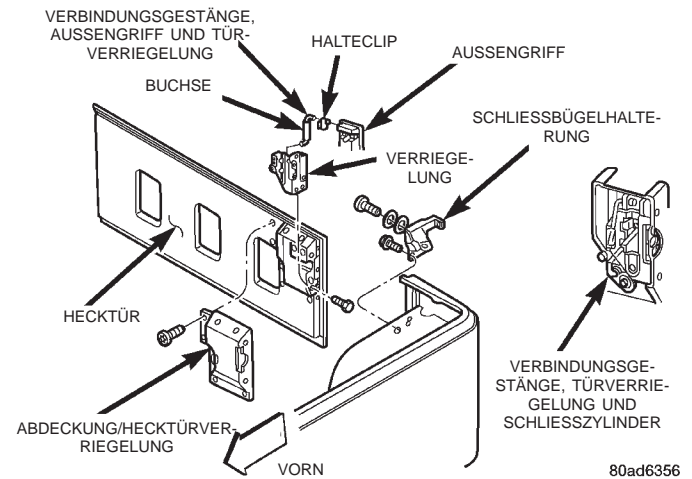

Abb. 84 Abdeckung der Hecktürverriegelung
- (1) Hecktür öffnen und Abdeckung der Hecktürverriegelung abbauen (Abb. 84).
- (2) Verbindungsgestänge zwischen Außengriff und Hecktürverriegelung aushängen.
- (3) Verbindungsgestänge zwischen Schließzylinder und Hecktürverriegelung aushängen.
- (4) Befestigungsschraube lösen, mit der die Verriegelung an der Hecktür befestigt ist.
- (5) Verriegelung von der Hecktür abbauen.